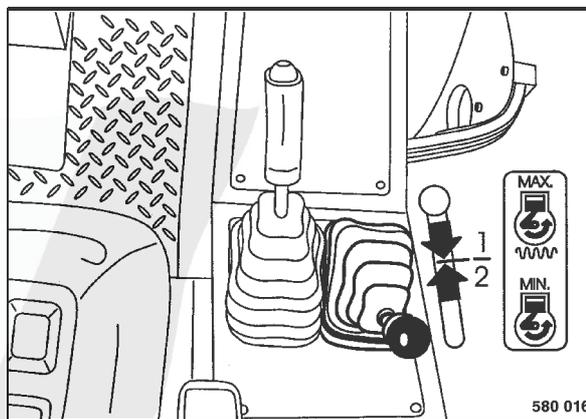

fig. 29
- Positionner et tenir le levier de commande d'accélérateur (fig. 29) sur 1/2 régime.